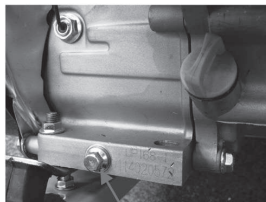

Рис. 16
3. Выкрутите сливной болт (рис. 16, 17)
5. Закрутите на место сливной болт с прокладкой (рис. 16)